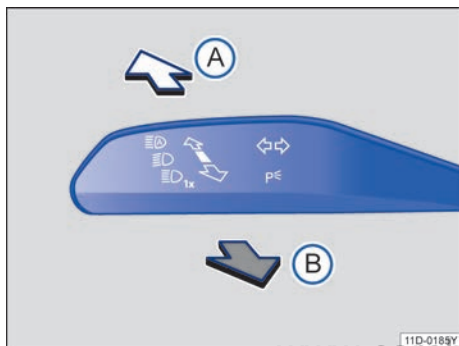

图 74 转向信号灯 / 远光灯操作杆
- 将转向信号灯和远光灯操纵杆从中间位置移至下列位置→ 图 74：